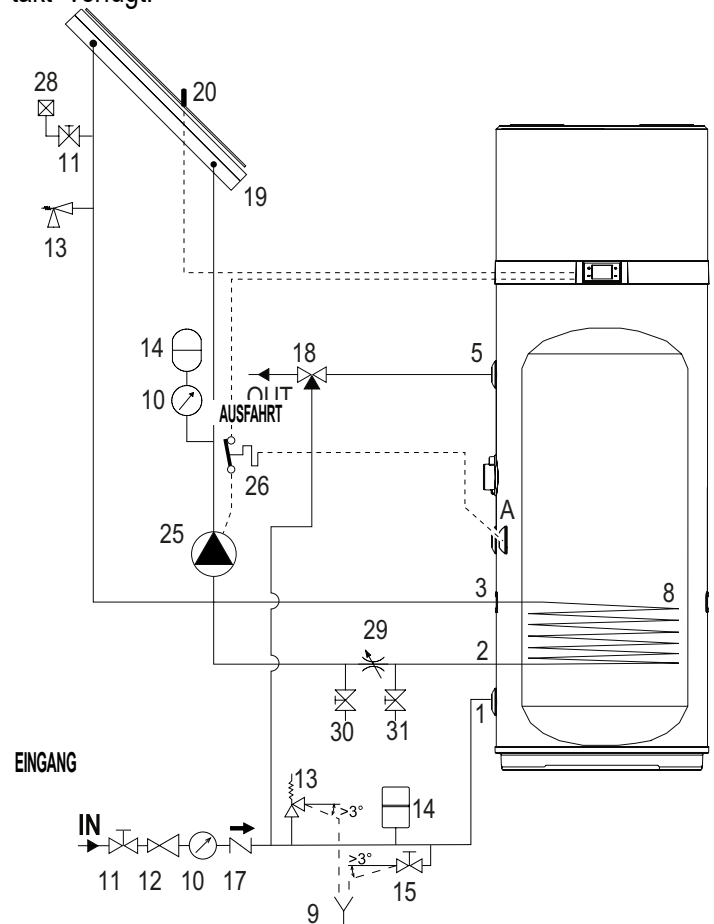
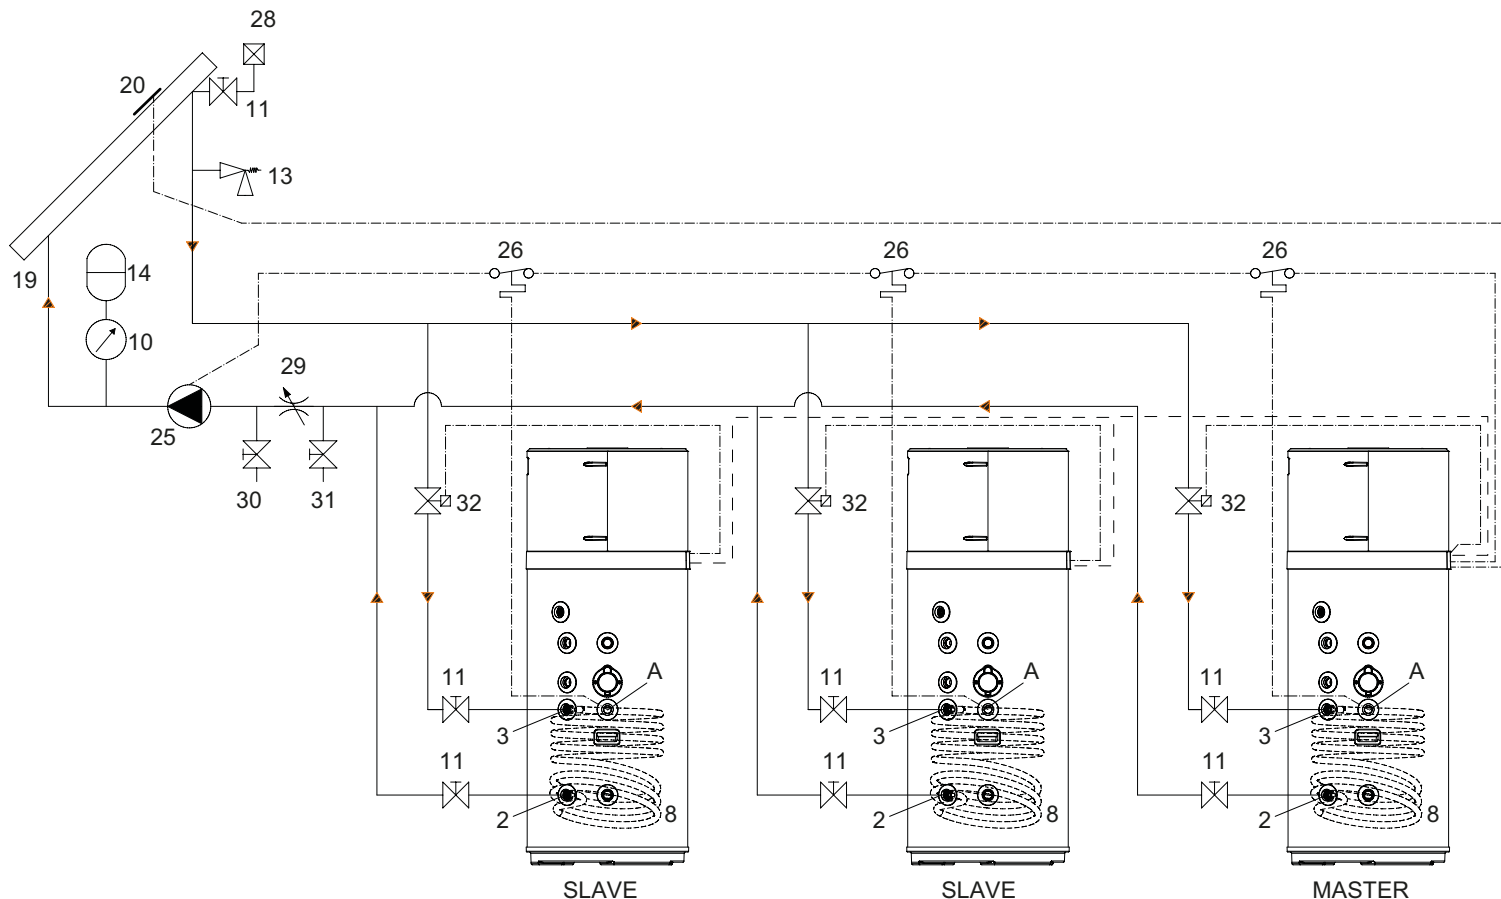

Abb. 66
Abb. 67
- 1) Die Umwälzpumpe (Teil 16) muss an die Klemme CN26 der Hauptplatine angeschlossen werden (siehe „Abb. 67 – Schaltplan des Geräts“ auf Seite 54).
### Legende (Abb. 66 e Abb. 67)